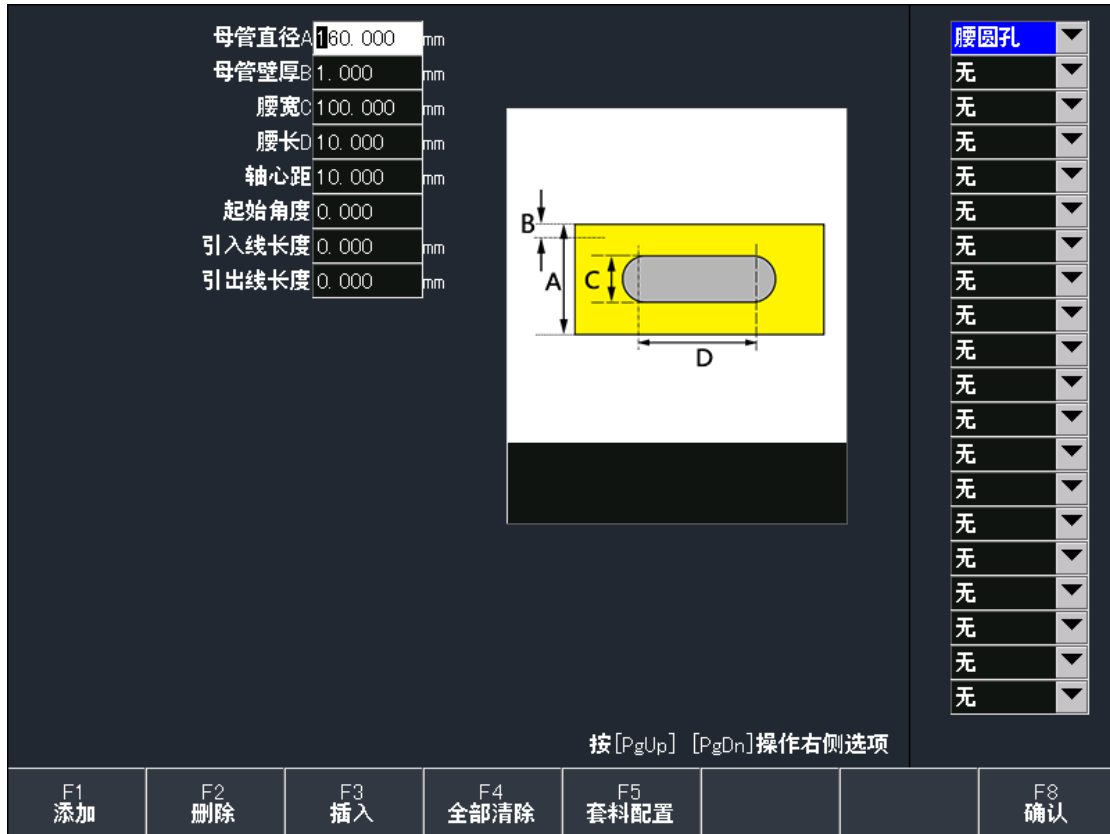

图 9.11 腰圆孔参数界面
右端头是将圆管右端切除，左侧剩余部分为需要的工件。切割的是支管的接头部分，图 9.11 中灰色的管子为母管，黄色管子的部分为支管。
**支管直径 A:** 所切割管子的外直径，示意图上的 A，该参数只能在图 9.11 中第一个下拉框所选的端头类型中设置。单位：mm。
**支管壁厚 B:** 所切割管子的壁厚，示意图上的 B，该参数只能在图 9.11 中第一个下拉框所选的端头类型中设置。单位：mm。
腰圆孔是将圆管管壁上开出腰圆形状的孔。图 9.11 示意图上，黄色的部分是母管俯视图，灰色的部分是开出来的孔，俯视图上腰圆形。